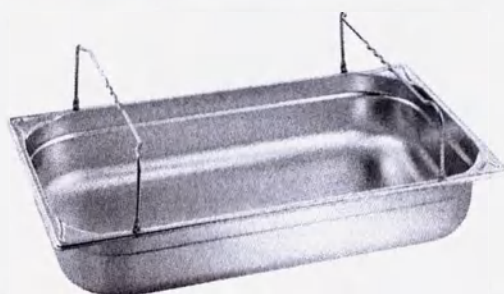

Рисунок 8
4.2.9 Ванна из нержавеющей стали (рисунок 8) применяется для разогревания индивидуально формируемых подушек.